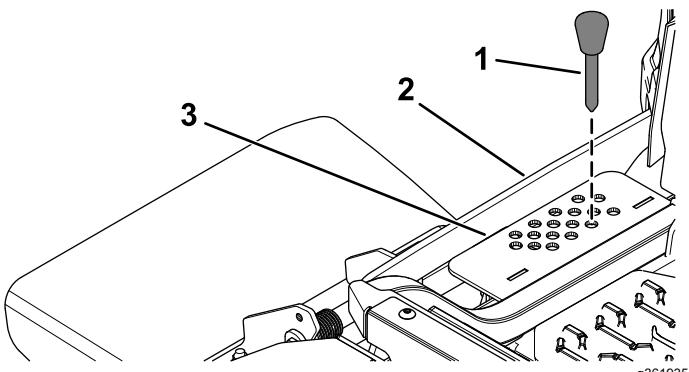

Рисунок 32
3. Нажмите вниз на переключатель подъема деки так, чтобы рычажный механизм высоты скашивания слегка касался штифта высоты скашивания (Рисунок 32).
2. Выберите отверстие в кронштейне высоты скашивания, соответствующее требуемой высоте скашивания, и вставьте штифт (Рисунок 32).